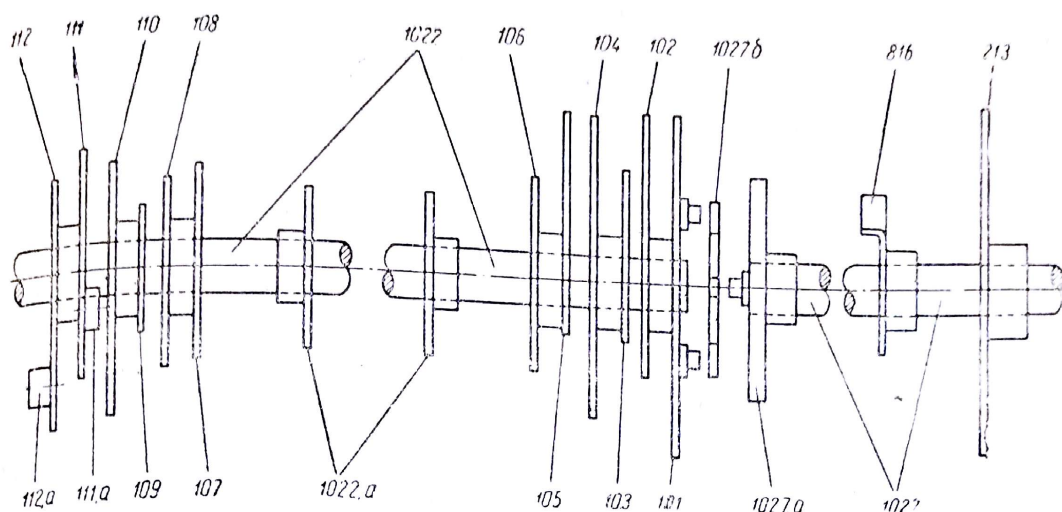
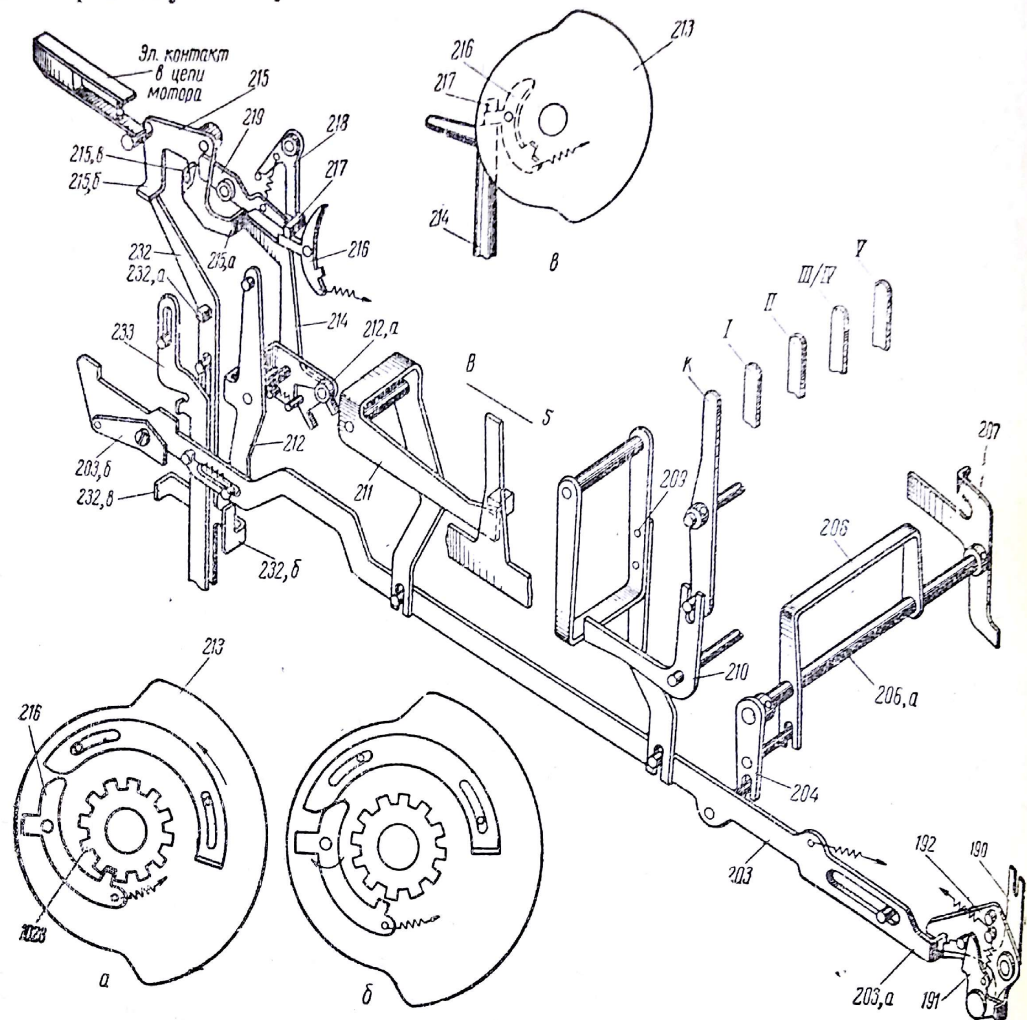
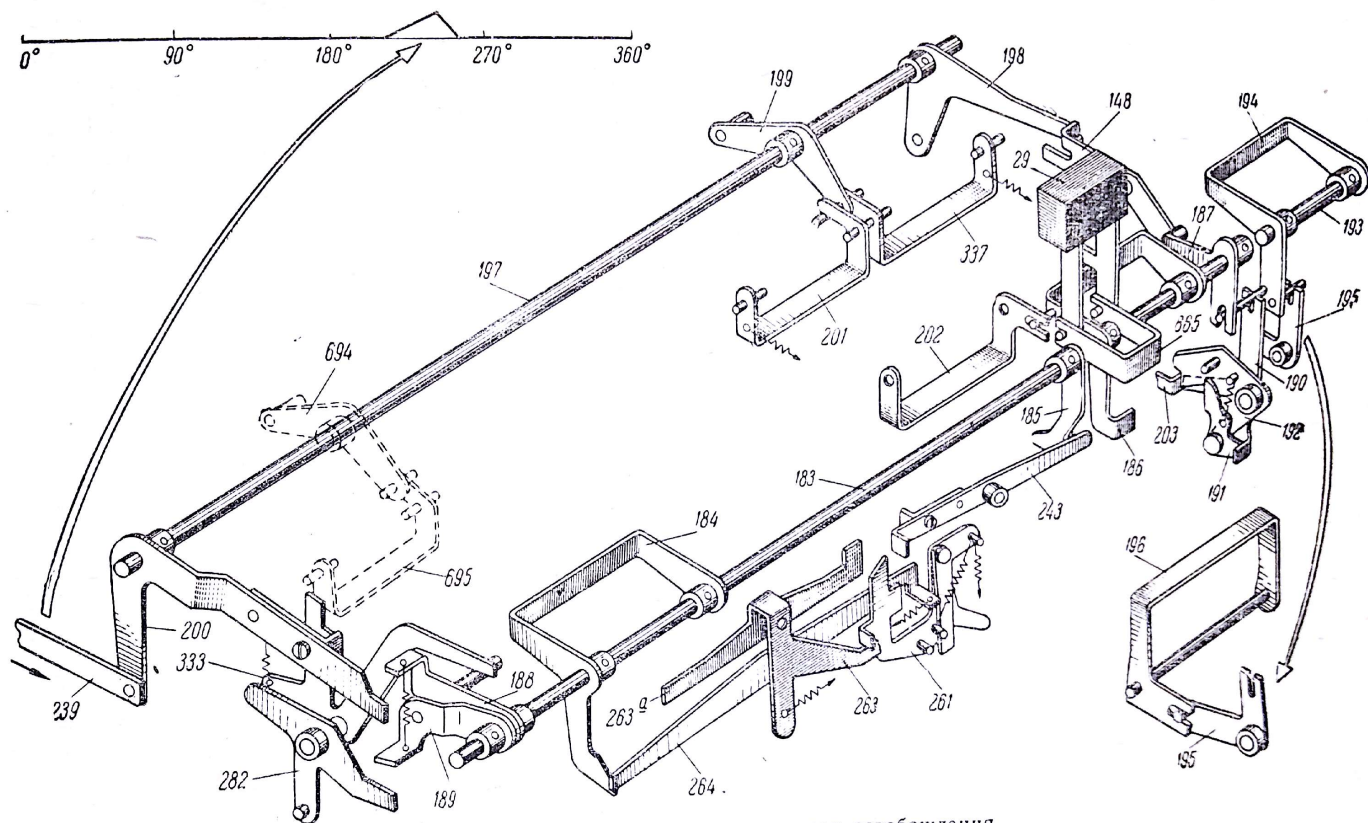

Рис. 9. Кулачковый вал
Рис. 12. Работа штанги включения рабочего хода машины и выключение собачки сцепления:
Рис. 13 Работа оси включения и оси освобождения.
#### 1. НАЗНАЧЕНИЕ КУЛАЧКОВ КУЛАЧКОВОГО ВАЛА (рис. 9)
Для того чтобы произошел рабочий ход, надо освободить собачку сцепления 216, укрепленную на моторном кулачке 213 (рис. 12), и включить мотор. При включении мотора вращается храповик 1028, а при повороте рычага освобождения 214 против часовой стрелки освобождается собачка сцепления с храповиком. Таким образом, получают пружины и входит в зацепление через него и кулачковый вал. Если надо вручную отключить кулачковый вал от редуктора, что бывает необходимо при стопорении машины, то на моторном кулачке имеется пластина из пружинящей стали, которую надо пере- на рис. 12.
6. Отгибом четвертого кронштейна 189 подходит к переднему плечу трехплечего рычага 282 и тем самым блокирует нажатие клавиши «С». **Работа механизма моторного привода.** Штанга включения моторного привода 203 (см. рис. 12), перемещаясь вперед, выполняет следующую работу.
Электромотор, получив питание, передним червяком 585 через червячную шестерню 586, ось 1027, храповик 1028, собачку сцепления 216 поворачивает моторный кулачок 213, а через него и кулачковый вал 1022. В начале своего поворота квадратный штифт 217 (см. рис. 12), укрепленный на моторном кулачке, освобождает поддерживающий рычаг 219, который под действием своей пружины поворачивается (против часовой стрелки) и скопом заднего плеча, действуя на отгиб 215, в, поддерживает контактный рычаг 215 в рабочем положении, тем самым оставляя электроконтакт в замкнутом положении до конца рабочего хода машины.
1. Штифт левого нижнего плеча отводит назад (в исходное положение) штангу включения рабочего хода 203 (см. рис. 13), которая снимет все блокировки и зафиксирована в этом положении запорным рычагом 192. Одновременно этим же штифтом снимает блокировку с контактной тяги 232, обеспечивая включение транспорта барабанов.
При повороте кулачкового вала на  $210^\circ$  ролик двенадцатого кулачка 112 (см. рис. 9) поворачивает двухплечий рычаг. Этот рычаг через составную тягу 239 (см. рис. 13) поворачивает четвертый кронштейн 200 оси освобождения. При этом поворачивается ось освобождения 197 и выполняет следующее:
В конце оборота моторного кулачка 213 (см. рис. 13) собачка сцепления 216 поворачивается (по часовой стрелке), упираясь выступом в верхнее плечо рычага освобождения 214 (см. рис. 12), и выходит из зацепления с храповиком 1028 (рис. 10), отключая кулачковый вал 1022 от переднего редуктора. Одновременно квадратный штифт 217 (см. рис. 12) поворачивается и контакт в цепи мотора размыкается, мотор обесточивается и останавливается. Кроме того, запорная собачка 218 пропускает квадратный штифт и затем под действием пружины поворачивается и становится гранью нижнего плеча над квадратным штифтом, предохраняя поворот моторного кулачка в обратном направлении.
левым плечом поворачивает шаговую скобу 241, которая, повернувшись, передним плечом поворачивает шаговый рычаг 243. Этот рычаг тоже поворачивается и выполняет три работы: 1) правым плечом подходит ко второму кронштейну 185 (см. рис. 13) оси включения 183, блокируя включение рабочего хода на период, пока клавиша остается нажатой, 2) регулировочным зубом 244 входит в гребенку 245 и запирает каретку в данном разряде, 3) отгибом левого плеча опускает первый транспортный штифт, штифт освобождает движок 246, который под действием своей пружины перемещается вправо до упора в шаговый рычаг и становится над опущенным транспортным штифтом.